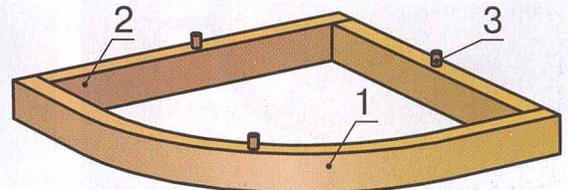

Рис. 7. Цоколь третьей секции: 1 – гнutoклееный брусок;
Рис. 7. Формирование стиля интерьеров на примере фрагмента квартиры: а — типовая квартира; б — детали пространства (диагональная стенка, ступени, пониженный потолок); в — визуальное увеличение пространства; г — выбор отделки.
Итак, в результате работы над новым образом типовой квартиры (рис. 7а), применяя по необходимости тот или иной дизайнерский прием, удалось выполнить все пожелания заказчика и создать комфортную и стильную жилую среду. При этом на каждом из этапов были решены основные задачи организации интерьера:
- пространство разделено на главную и фоновую части устройством диагональной стенки, повышением части поверхности пола и понижением части потолка (рис. 7б);
- зрительно увеличен объем главной части (рис. 7в);
- найден дизайнерский образ для каждой из частей квартиры отделочными материалами и цветом, подчеркнута различие в их назначении (рис. 7г);
Цоколь (рис. 7) изготовлен из одного гнотоклееного бруска и двух прямолинейных. Гнотоклееный брусок делаем на том же шаблоне, что и карниз. Все бруски между собой соединяем на шип «ласточкин хвост». Цоколь к нижнему щиту крепим с помощью шкантов.